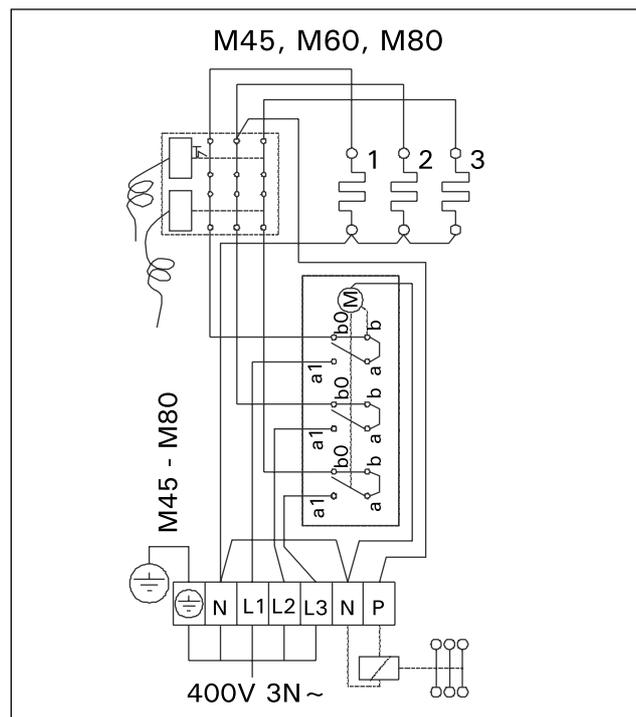

Figure 11. Raccords électriques du poêle M
Le poêle dispose d'un centre de commande intégré. Le centre de commande est équipé, parallèlement aux bornes de secteur, d'une borne (P) permettant le contrôle du chauffage électrique. Voir figure 11.